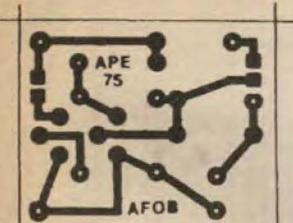

Fig. 2
- FIG. 2 - LAY OUT DO CIRCUITO IMPRESSO ESPECÍFICO - Um circuito tão simples, só poderia ser elétrica e mecanicamente embasado numa plaqueta também modesta, em suas dimensões e traçado... A figura mostra o lado cobreado do impresso específico, em tamanho natural (pode ser diretamente *carbonado*...), com o padrão de ilhas e pistas em negro, restando em branco as áreas livres de cobre (ou seja: as partes que devem ser *comidas* pela solução de perclorato, na corrosão...). Como não existem integrados na montagem, a traçagem pode até ser feita com caneta apropriada (mesmo aquelas descartáveis, de baixo preço...) contendo tinta ácido-resistente... Entretanto, quem quiser *caprichar* deverá usar decalques, que dão um acabamento mais elegante, mais profissional à placa... Qualquer que seja o método de traçagem/confecção, entretanto, é fundamental que ao terminarem-se os processos seja feita uma cuidadosa conferência geral, na busca de eventuais falhas ou *curtos* (ligações cobreadas que inevitavelmente - tenham *sobrado* entre trilhas e ilhas, após a corrosão...), devendo tais defeitos serem corrigidos ainda antes de se iniciar a inserção e soldagem dos componentes: as falhas podem ser *completadas* com uma gotinha de solda cuidadosamente aplicada, enquanto que os *curtos* podem ser raspados com a ponta de uma ferramenta afiada... Se o caro leitor for ainda um *começante* nas coisas práticas da Eletônica, recomendamos que leia com atenção as **INSTRUÇÕES GERAIS PARA AS MONTAGENS**, onde poderá recolher importantes subsídios e *dicas* para